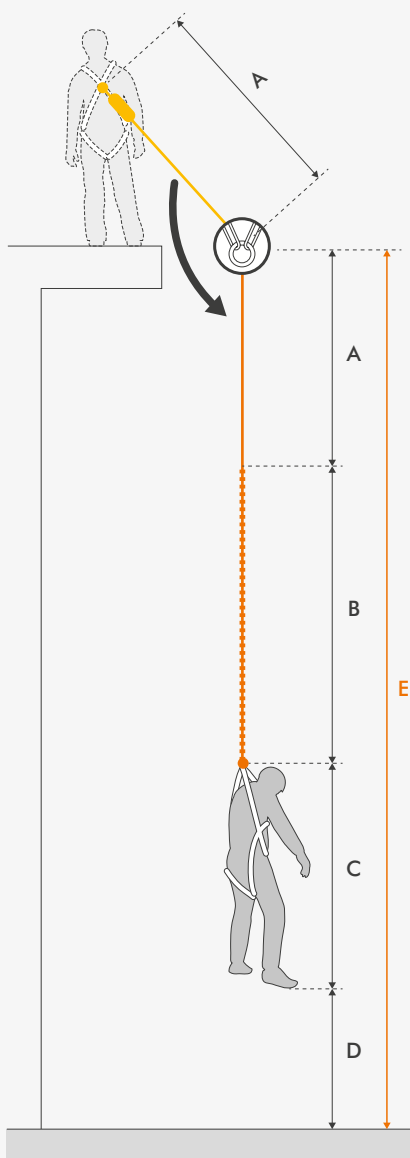

Fig. 1
- Fig. 1 / Longe avec absorbeur d'énergie EN 355